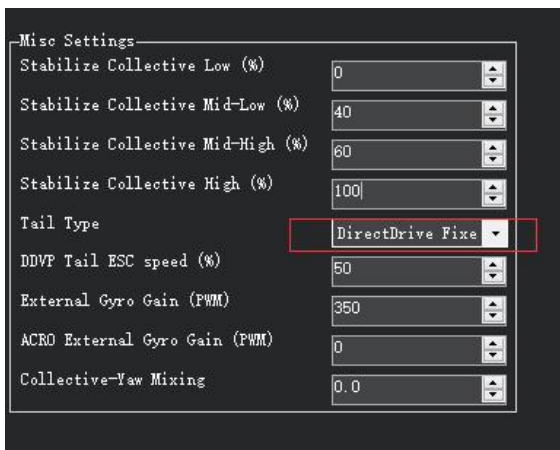
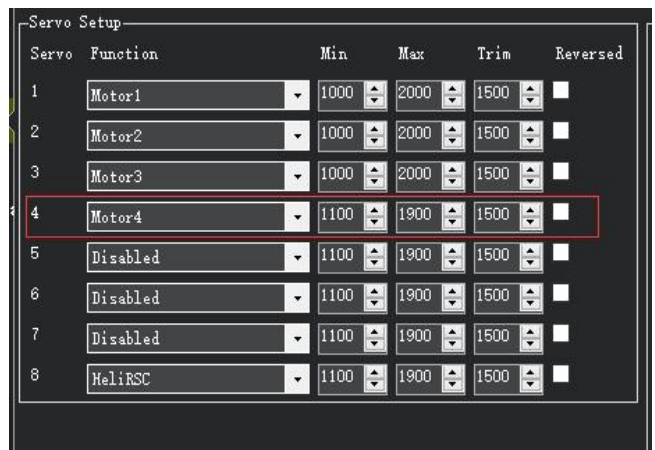

图 9 配置成 Direct Drive Fixed Pitch Counter-Clockwise
图 10 配置输出通道
5. Direct Drive Fixed Pitch Counter-Clockwise (DDFP CCW): 逆时针电机驱动固定螺距，尾桨由电机驱动，电机的电调由 ArduPilot 控制，以保持偏航稳定性和偏航方向。从直升机上方观察时，与逆时针旋转的主旋翼一起使用。如下图 9 所示，在 Tail Type 下拉菜单中选择 Direct Drive Fixed Pitch Clockwise (DDFP CW) 即可配置为逆时针电机驱动固定螺距控制。如下图 10 所示，将参数 SERVOx_FUNCTION 设置成“Motor4”控制尾电机（默认为 4 通道输出）。